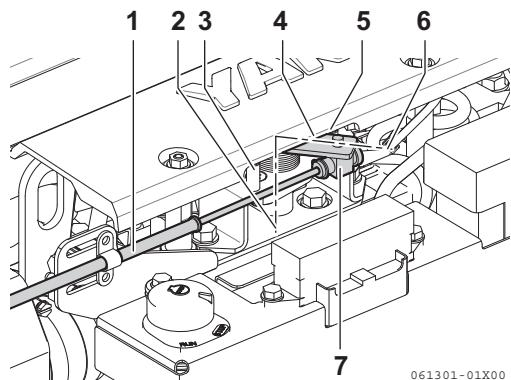

Figure 7
1. Pour ajuster, desserrez la vis d'ajustement (Figure 7, (7)) pour le câble de la commande à distance et réglez.
2. Ajustez en premier la position d'arrêt à basse vitesse (Figure 7, (6)), puis ajustez la position d'arrêt à haute vitesse (Figure 7, (2)), avec la vis d'ajustement sur le levier de la commande à distance (Figure 7, (4)).